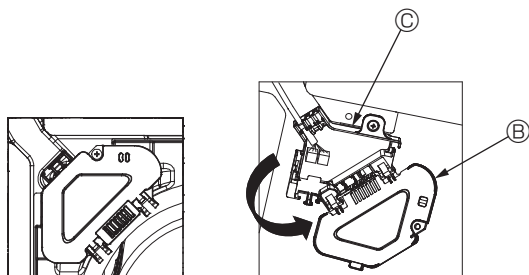

Fig. 4-5
- ③ Fjern den ene skruen som holder koblingsboksdekselet, og åpne dekelet. (Fig. 4-5)
- ④ Plasser koblingsledningens kontakten i koblingsboksen.
- ⑤ Installer ledningsdekselet og dekelet til kontaktboksen.